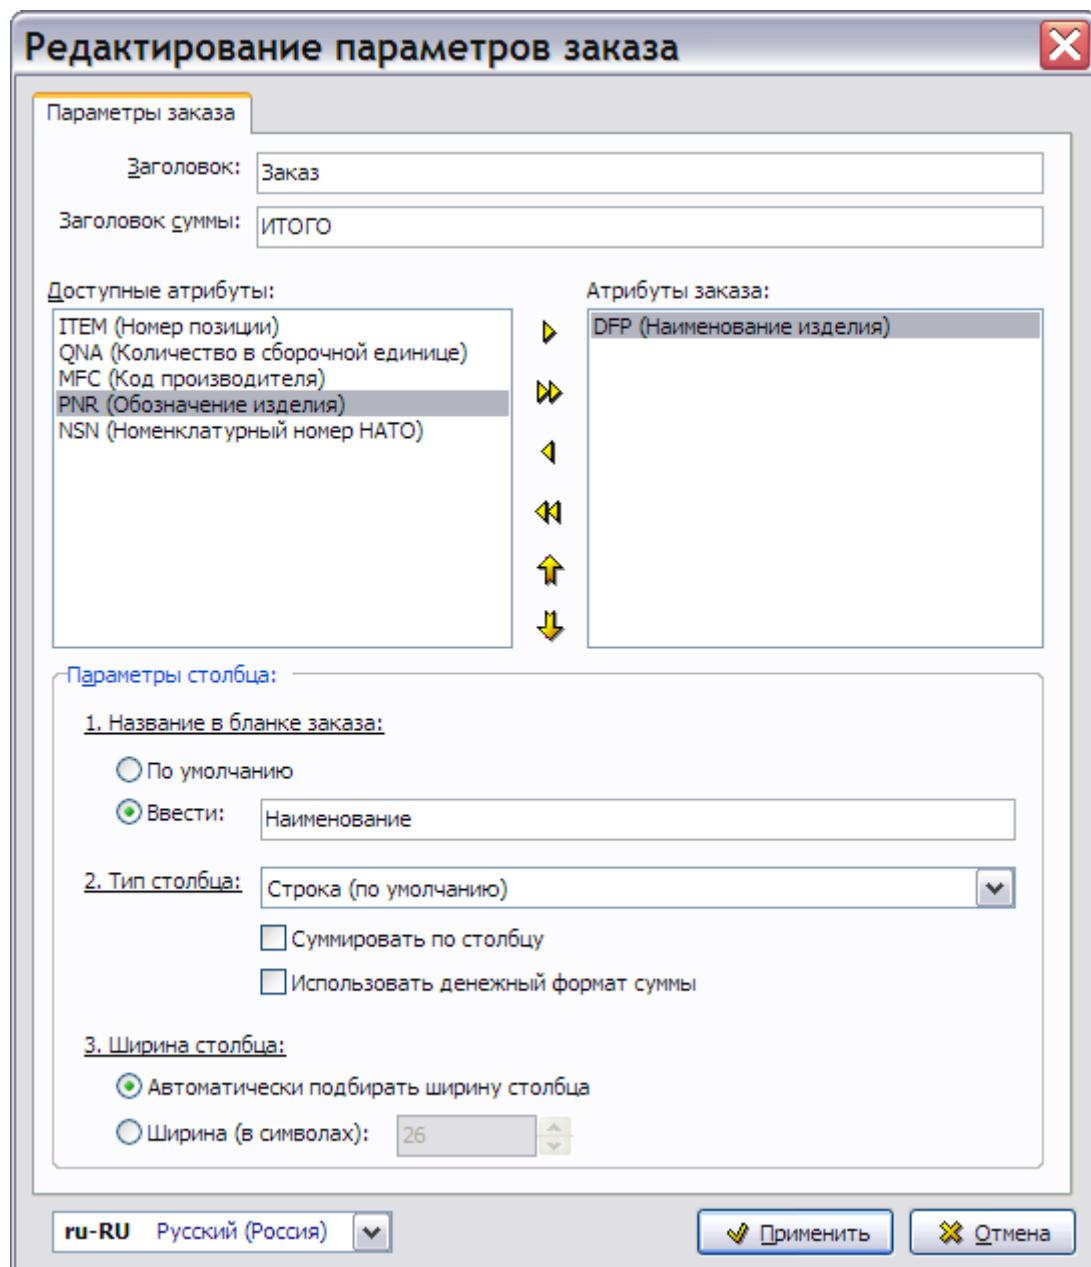

Рис. 3.38
5. В окне **Атрибуты заказа** выделите атрибут **DFP (Наименование изделия)**. При этом в разделе **Параметры столбца** станут активными параметры **По умолчанию** и **Ввести** в пункте 1. Название в бланке заказа (Рис. 3.38).